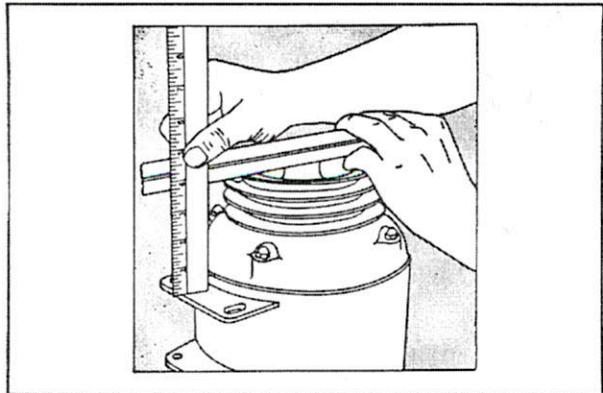

Fig. 2
2. The proper position of the motor pulley on the shaft is $3\frac{3}{4}$ " from the outer face of the pulley to the top of the ear on the motor frame, as shown in Fig. 2.
2. La poulie est suffisamment enfoncée quand la distance entre sa joue extérieure et la patte de fixation supérieure du moteur est de $3\frac{3}{4}$ " (voir fig. 2).